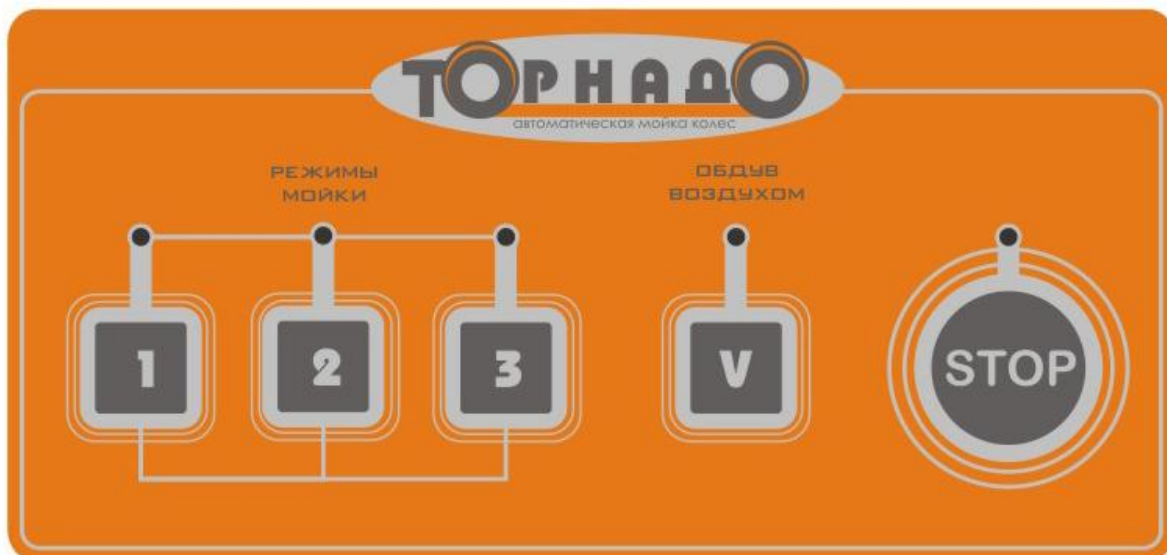

Рис. 5. Панель пленочная.
4.4. Наполнить ванну водой не ниже и не выше 3см отметки красного указателя, который расположен внизу моечного отделения между валами рис. 5
4.10. Снять крышку с электротехнического отделения (рис.5), потянув ее вверх и на себя, и визуально проверить работу стенда, нажав на одну из кнопок программ мойки, расположенных на кнопочной (пленочной) панели управления.